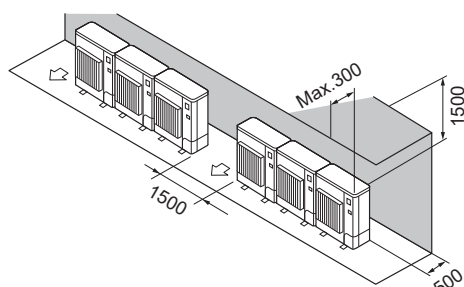

Fig. 2-14
- (2) Enbart hinder på baksidan och ovsidan (Fig. 2-14)